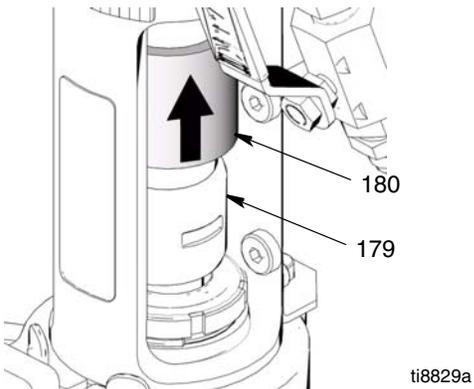

ABB. 8
4. (ABB. 8) Kupplungsabdeckung (180) nach oben schieben, um die Stangenkupplungen (179) vollständig freizulegen.